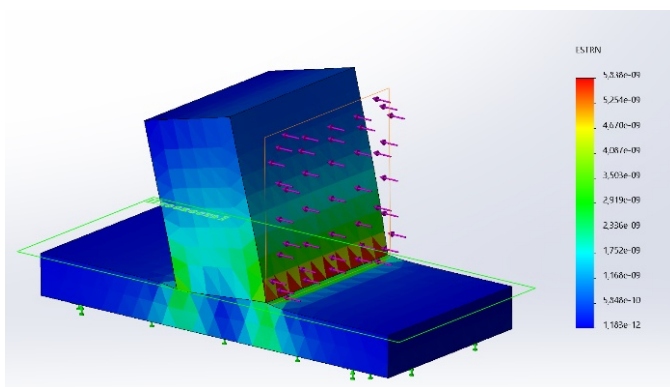

Рис. 2.10. Деформируемое состояние
6. В случае удачного расчета, в дереве конструирования появится строка *Результаты*. В ней отображены результаты вычислений. При двойном нажатии левой кнопкой мыши на каждом из результатов появляются соответствующие диаграммы (рис. 2.10–2.12).